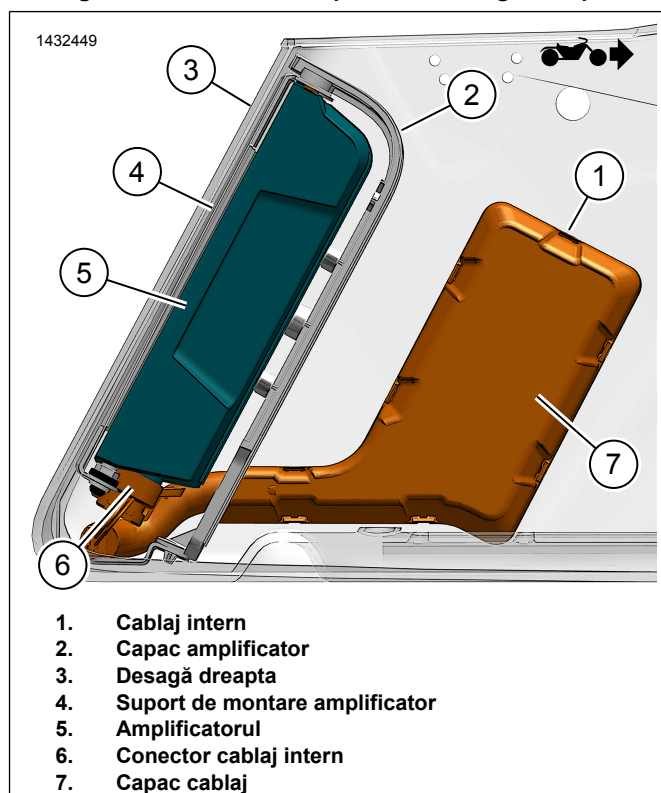
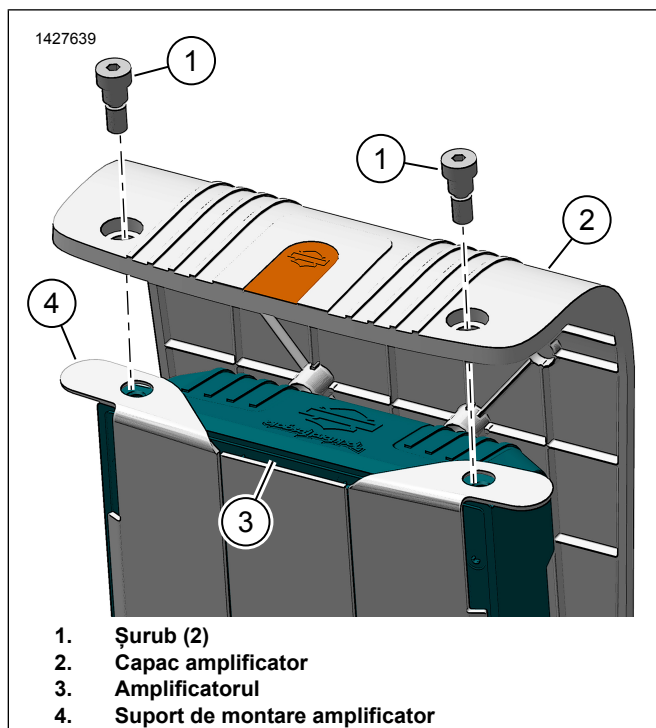

Figura 15. Cablaj desagă cu amplificator
Figura 16. Capac amplificator
7. Figura 15 Montați amplificatorul (5) în suportul de montare amplificator (4).
8. Montați capacul amplificatorului (2).
9. Figura 16 Montați șuruburile (1). Strângeți.